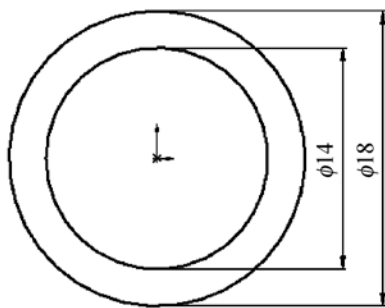

图 11-43 绘制同心圆
① 启动 SolidWorks 2012，单击“标准”工具栏中的“新建”按钮, 或执行“文件”→“新建”菜单命令，在弹出的“新建 SolidWorks 文件”对话框中单击“零件”按钮, 然后单击“确定”按钮，创建一个新的零件文件。
② 设置基准面。在左侧“FeatureManager 设计树”中选择“前视基准面”，然后单击“标准视图”工具栏中的“正视于”按钮, 将该基准面作为绘制图形的基准面。单击“草图”工具栏中的“草图绘制”按钮, 进入草图绘制状态。
③ 绘制同心圆。单击“草图”工具栏中的“圆”按钮, 或执行“工具”→“草图绘制实体”→“圆”菜单命令，在绘图区域以原点为圆心绘制两个同心圆，并标注智能尺寸，如图 11-43 所示，单击“退出草图”按钮。